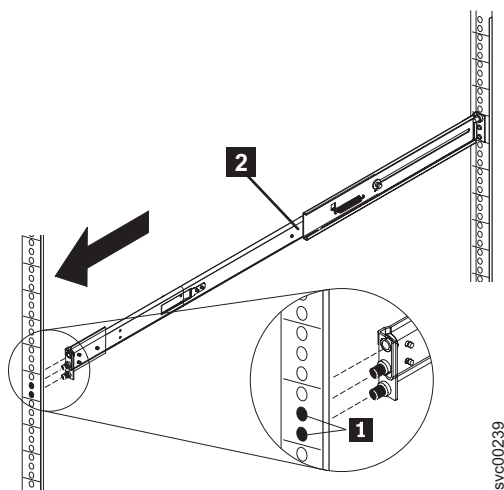

図 28. 右方スライド・レールの引き伸ばし
4. 図 28に示されるように、レール・ピン **1** がフランジを通して突き出るようにして、右方スライド・レール **2** を拡張し、前面ラック・マウント・フランジに挿入します。同様にして、左方スライド・レールを挿入します。